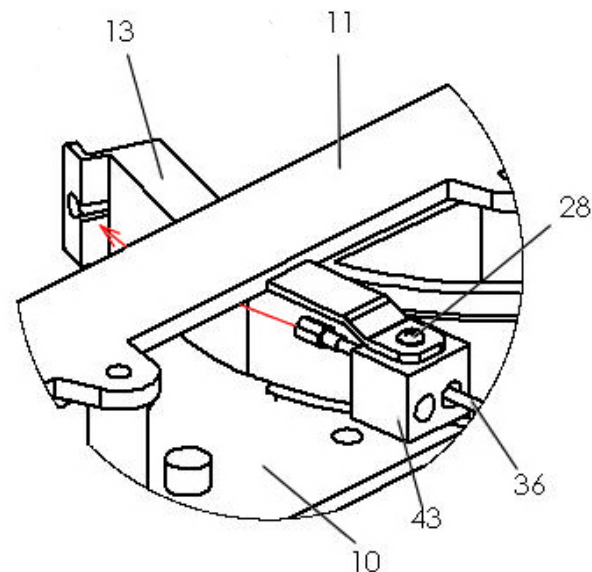

Figure 3; Schema 3; Figura 3; Abbildung 3
7. Lösen Sie die Arretierung je nach Bedarf (siehe Bedienung Punkt 1) und stecken Sie die Seilzüge (36) durch die Löcher im Führungsblock (43). Hängen Sie dann die Enden der Seilzüge in die an den Beinstützen befindlichen Halterungen ein. Siehe Abb. 3.
7. Release the check pawl as needed (usage instruction #1) and insert the cables (#36) through the holes on the guiding block (#43), then insert the cable end into the cable hook attached to the legs. See figure 3.